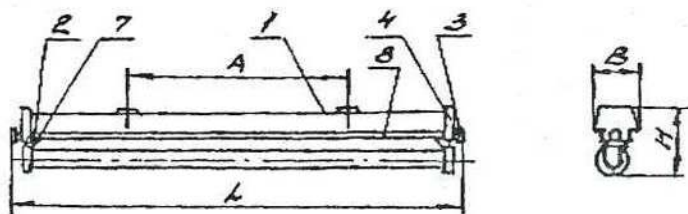
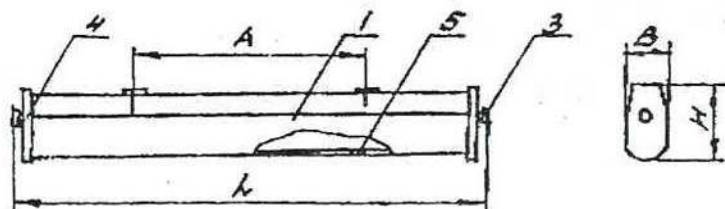
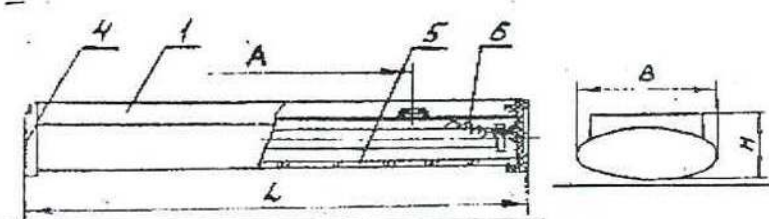

Рис. 1.
Рис. 2. 5. Рассеиватель
Рис. 3. 6. Пружина
4.2. Светильник в соответствии с рис. 1, 2, 3, 4, 5, 6 приложения А состоит из корпуса поз. 1, в котором размещена электрическая схема двух торцевых крышек поз. 4, которые крепятся с помощью двух винтов поз. 3 (см. рис. 1, 2), пружин поз. 6 (см. рис. 3, 4, 6), патронов для ламп поз. 2, рассеивателя в соответствии с рис. 2, 3, 4, 6.
6.2. Ослабьте винты поз. 3 в соответствии с рис. 1, 2, оттяните крышку поз. 4 в соответствии с рис. 3, 4, 6, снимите рассеиватель поз. 5.
6.3. Ослабьте винты поз. 7 в соответствии с рис. 1 и 5, снимите крышку поз. 8.